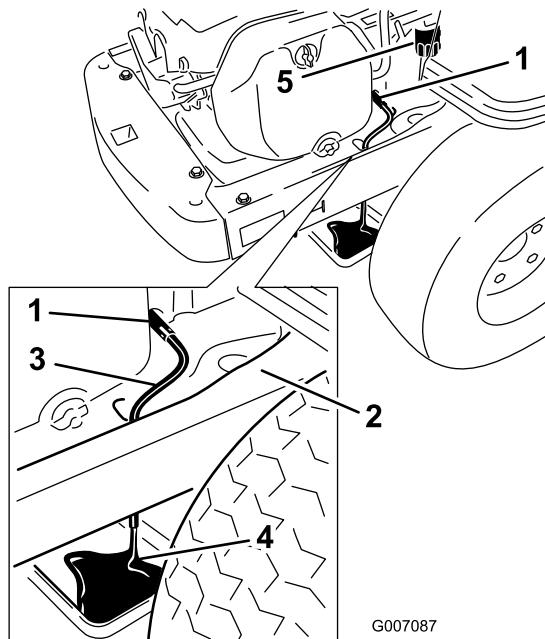

Figura 38
7. Coloque um recipiente sob a máquina directamente por baixo do tubo de drenagem (Figura 38).
8. Rode a válvula de drenagem 1/4 no sentido contrário aos dos ponteiros do relógio para abrir e deixar o óleo drenar (Figura 38).
11. Retire o filtro antigo e limpe a placa de montagem (Figura 38).
13. Retire o tubo de drenagem do óleo e limpe o excesso de óleo na estrutura (Figura 38).